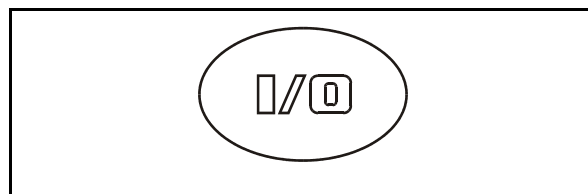

Fig. 88
IN (I) / UR (0) (Fig. 88). Med dessa kopplas manöverpanelen **AMATRON⁺** in och ur.